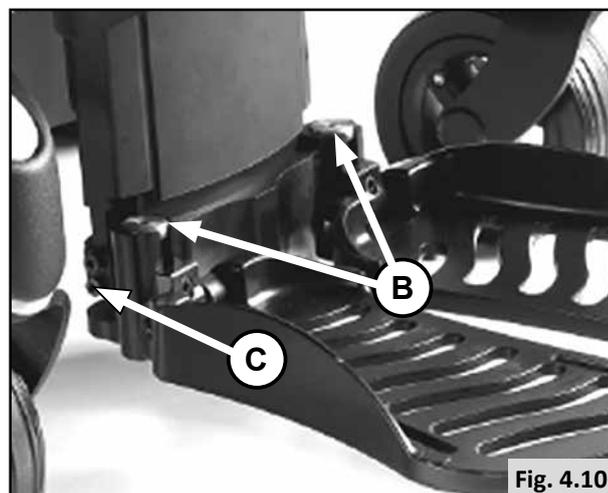

Fig. 4.10
4.4.1 Réglage de la longueur du segment jambier (Fig. 4.10) :
- Desserrez les vis et sortez-les (2 vis du bas) des deux côtés des palettes. (C).
- Resserrez les vis. (C).
- Desserrez les 4 vis (A).
- Tournez la vis B (Fig 4.10) pour régler la hauteur.
- Resserrez les 4 vis (A).